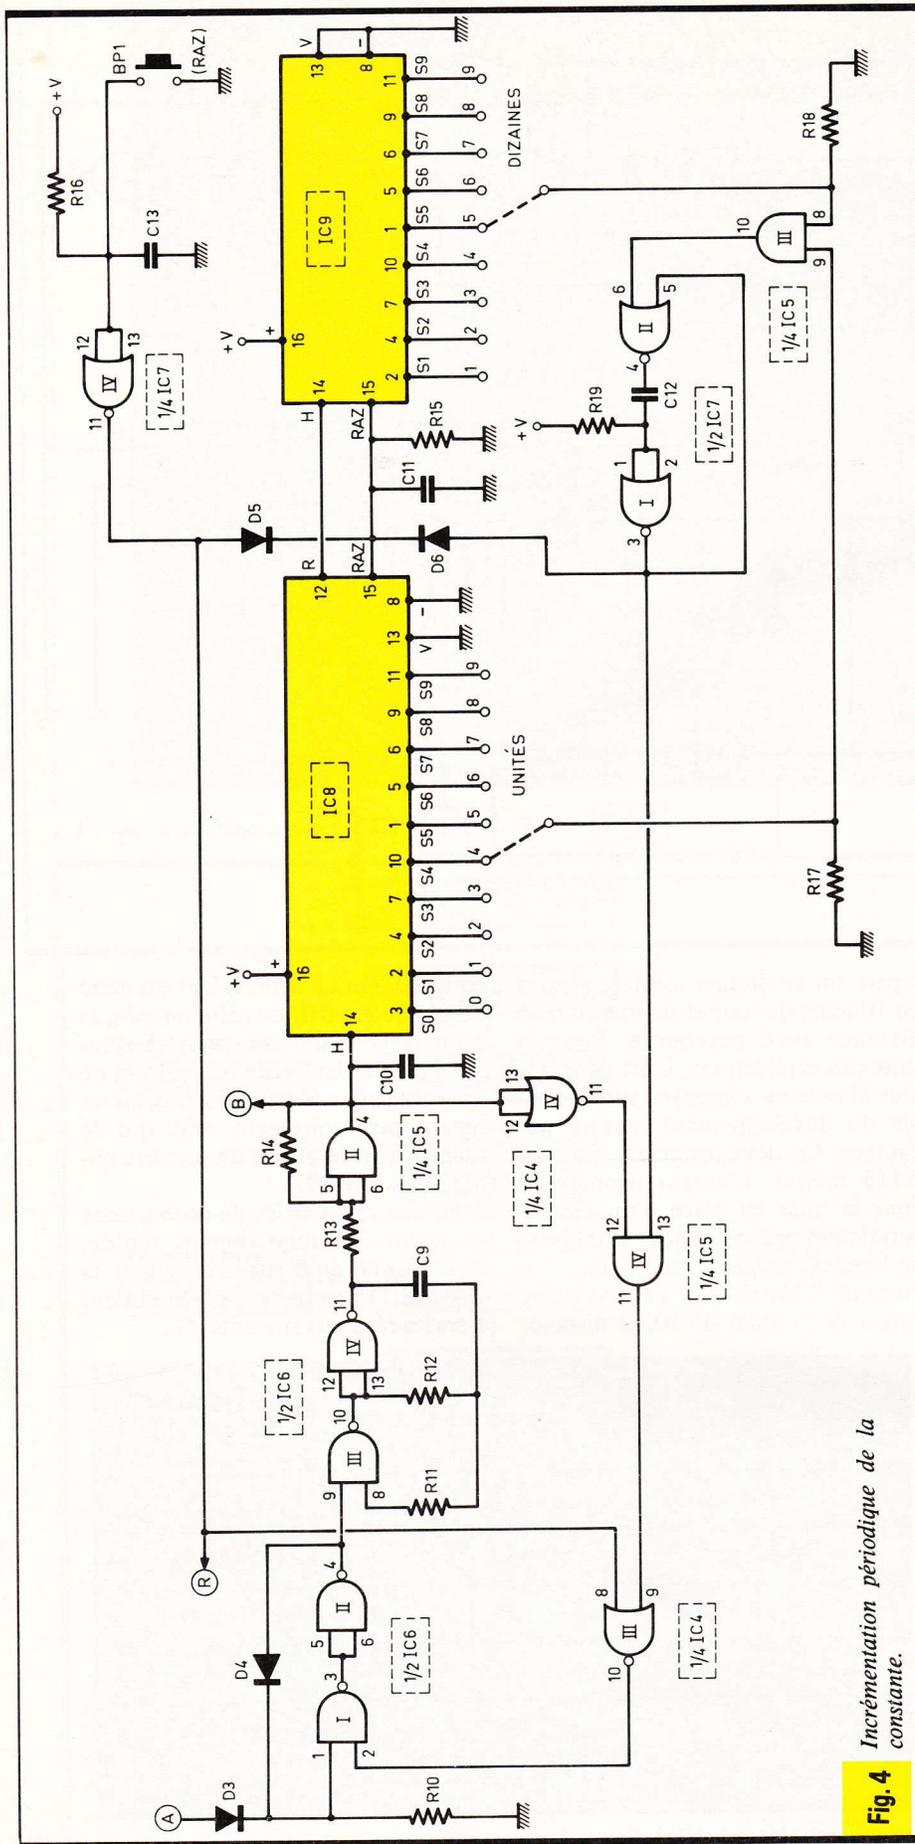

Fig. 4
teurs IC₂ et IC₃ par l'intermédiaire de D₂. Cette impulsion assure aussi la commande d'un second phénomène qui est l'incrémentation d'une valeur constante de comptage, ainsi que nous le verrons par la suite. Notons également qu'au moment de la mise sous tension la capacité C₁₃ se charge à travers R₁₆, si bien qu'au niveau de la sortie de la porte inverseuse NOR IV de IC₇ on enregistre une brève impulsion positive qui assure la remise à zéro automatique de tous les compteurs, et en particulier IC₂ et IC₃ (voir fig. 4).
d) Base de temps pour l'incrémentation de la constante (fig. 4)
e) Commande de l'incrémentation de la constante (fig. 4)